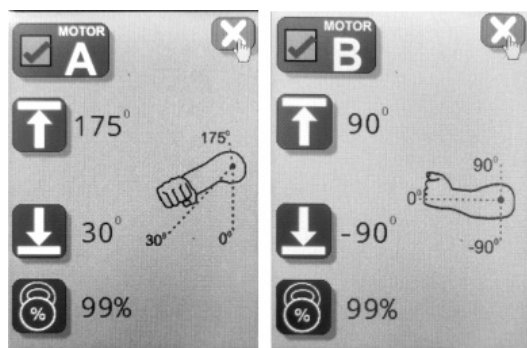

Рисунок 5.5 – Дисплей режима задания параметров механизмов
5.3. Дисплей режима задания параметров механизмов (см. рис. 5.5):